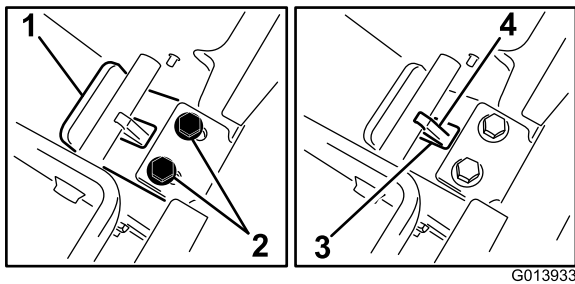

Figure 15
5. Tout en maintenant la pression sur la plaque d'appui, faites glisser la languette vers vous jusqu'à ce que son rebord entre en contact avec la barre transversale (Figure 15).